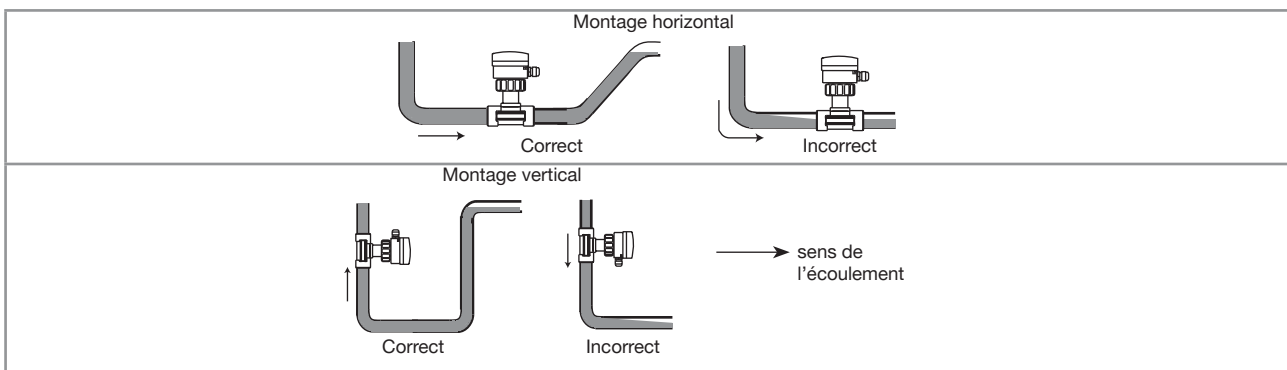

Fig. 5 : Remplissage de la conduite
- S'assurer que le tuyau est toujours rempli dans la section autour de l'appareil (voir Fig. 5).
- En cas de montage vertical, s'assurer que le sens d'écoulement est vers le haut (voir Fig. 5).